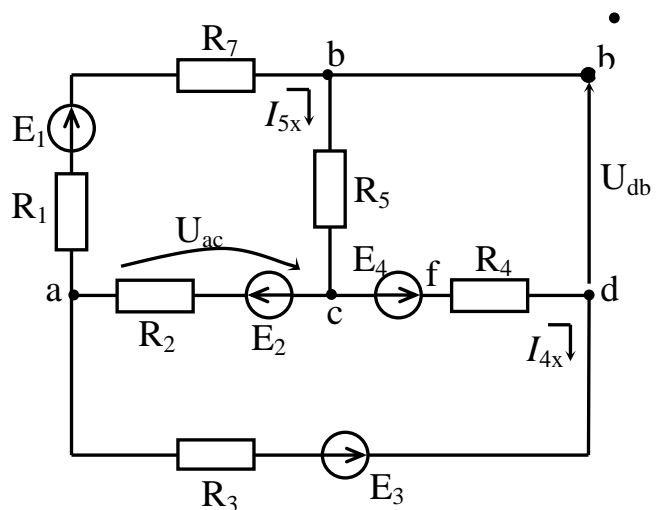

Рисунок 3.4
3.2.3. Определим ток в ветви  $bd$  (ток  $I_6$ ) методом эквивалентного генератора. Для этого исходную схему на рисунке 3.2 сводим к схеме, представленной на рисунке 3.3, где в качестве активного двухполюсника  $A$  рассматривается исходная схема в режиме холостого хода, т.е. без ветви  $bd$  (рисунок 3.4).